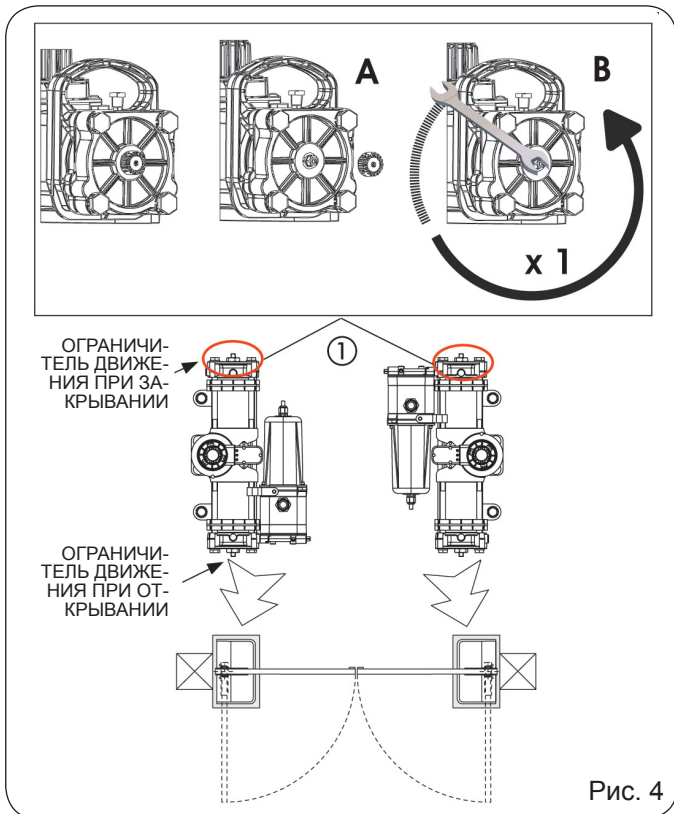

Рис. 4
- 3) Отвинтите заглушку (Рис. 4, позиция 1) винта ограничителя перемещения при закрывании на приводе и проверьте, до конца ли затянут винт.
- 4) **Отвинтите винт ограничителя перемещения при закрывании (Рис. 4, позиция В) на один оборот (ВАЖНО ДЛЯ ПРАВИЛЬНОГО СОПРЯЖЕНИЯ ШЕСТЕРНИ С РИФЛЕННОЙ ВТУЛКОЙ ВО ВРЕМЯ УСТАНОВКИ).**